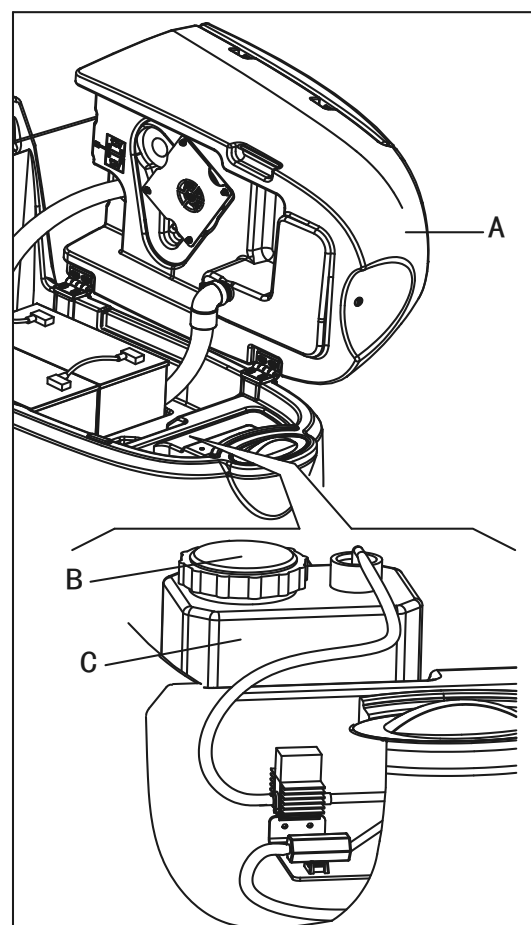

Figure 8
1. Ouvrir le couvercle (E) et vérifier si le réservoir de récupération (F) est vide; sinon, le vider par le tuyau de vidange (G).
2. Abaisser avec précaution le réservoir de récupération (A, Fig. 8).
3. Ouvrir le bouchon (B).
4. Remplacer ou remplir la le bidon (C) avec un conteneur standard de détergent approprié pour le travail à effectuer (détergents hautement concentrés). Ne pas complètement remplir le réservoir de détergent, prévoir quelques centimètres depuis le bord.